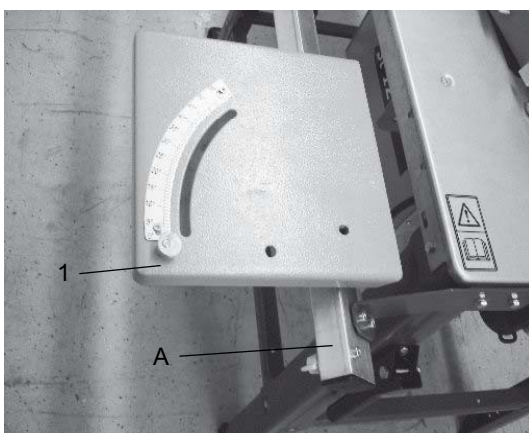

Fig. 23: Vleugelmoer vastdraaien
- Afbeelding 23: Schuif de glijplaat (1) op de geleidebuis (A) en monteer 2 inbusschroeven M6x40 en 2 vleugelmoeren aan elke kant van de geleidebuis (A) om te voorkomen dat de glijplaat eraf valt.